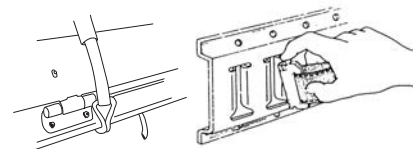
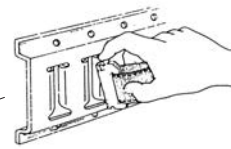
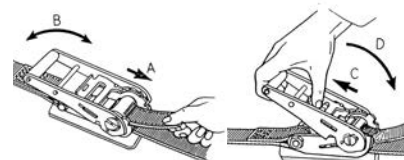

図 1
図 2
図 3
- ①端末金具(Jフック)を、指定の位置にかけて下さい(図1参照)。Eクリップの場合は、図2の様にEクリップの金具を真っ直ぐにして、人差し指で中央のピンを手前に引きながら取り付けレールの穴上端に差し込み、Eクリップ下部が取り付けレール穴下端に接触するまで押し下げて下さい。その位置で人差し指を離すと、取り付ける事が出来ます。取り外しは、上記手順と逆です。
- ②固定側ベルトの長さが調整可能な商品は、バックル部を利用して適当な長さに調整して下さい。
- ③巻取側ベルトを巻取部(巻取ドラムの隙間)に通し(初めから通してある商品はそのまま)、図3の様に矢印のA方向に引いて、ベルトの緩みを取って下さい。その後ラチェットハンドルを、矢印のBの方向に上下(前後)させて、ベルトを巻き取って下さい。
- ④ベルトの巻き上げ完了後、ラチェットハンドルを図3の状態になるまで、完全に倒して下さい。